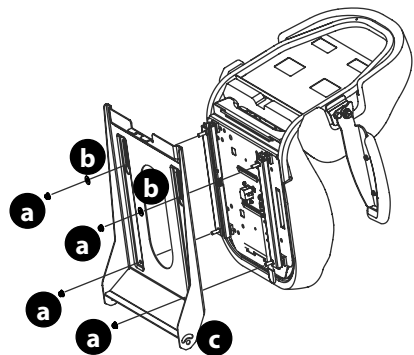

Figure 4
- Pour un siège se réglant au moyen d'un levier : utilisez des écrous de blocage à bride (a) et des rondelles plates (b) (Figure 4).